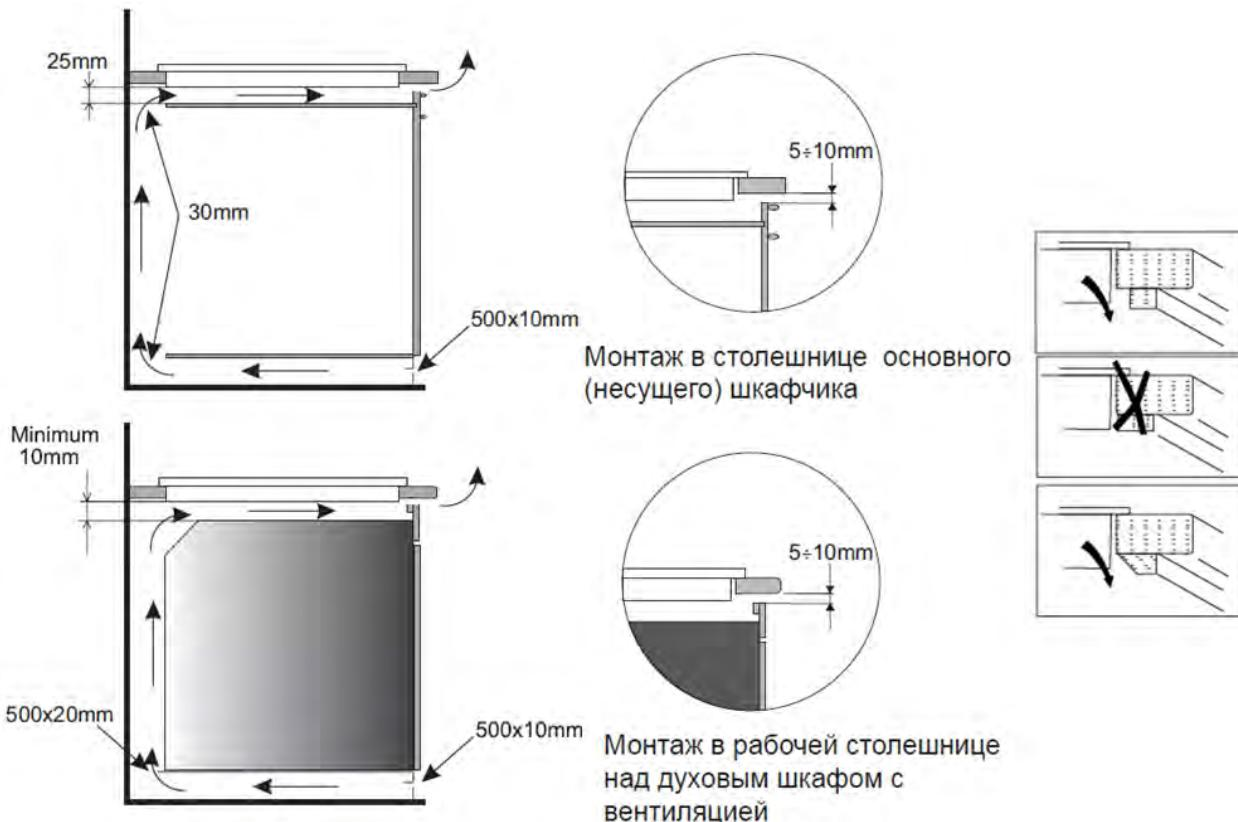

Рисунок 7 – Вентиляционные зазоры
2. Обеспечьте минимальные воздушные зазоры, необходимые для правильной работы варочной панели. см. рис. 7 - индукционная варочная панель должна хорошо вентилироваться, впускные и выпускные отверстия не должны быть заблокированы.